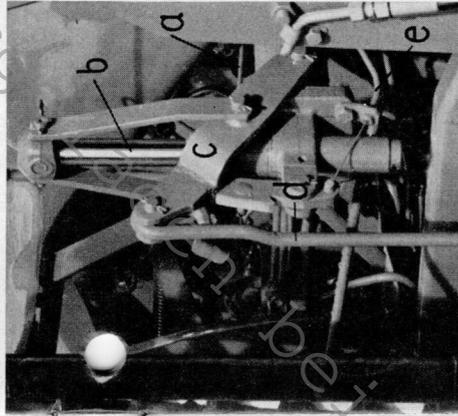

Bild 8
**Der Betrieb mit hyd. Mähwerksaushebung (s. Bild 8)**